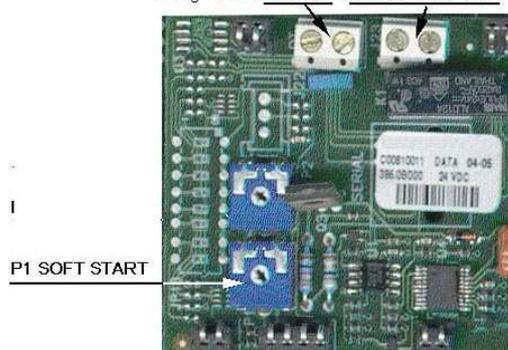

Figura 2-60 Scheda Modulino
4. con un cacciavite di piccolo taglio agire sul trimmer P1 (Step apertura valvola gas) sulla Figura 2-60 Scheda Modulino: